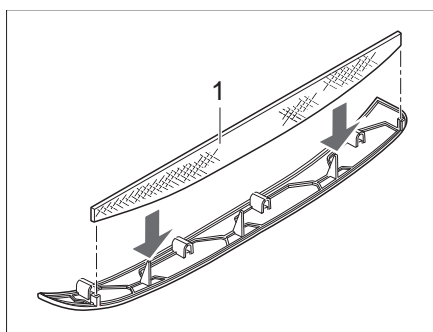
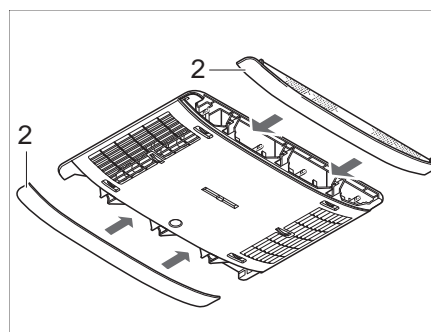

Fig. 274 Filtro di lanugine impianto di climatizzazione
Fig. 275 Pannelli impianto di climatizzazione
Nei pannelli laterali (Fig. 275,2) si trovano due filtri della lanugine. I filtri della lanugine devono essere sottoposti a pulizia e, se necessario, a una sostituzione a intervalli regolari, comunque almeno ogni 6 mesi.
- Estrarre i pannelli (Fig. 275,2) dal distributore dell'aria e pulire i filtri della lanugine (Fig. 274,1) o, se necessario, sostituirli.